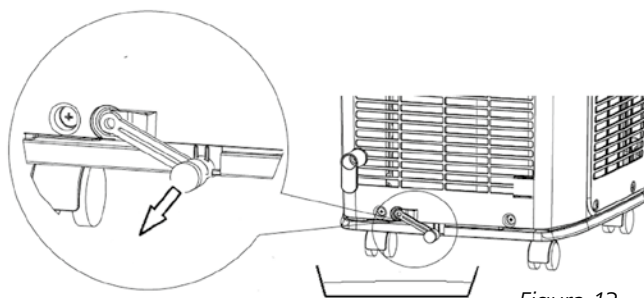

Figura 13
- 4 Togliere il tappo di gomma dal foro di scarico e far defluire l'acqua dal serbatoio ( $\pm 0,5$  L), figura 13.